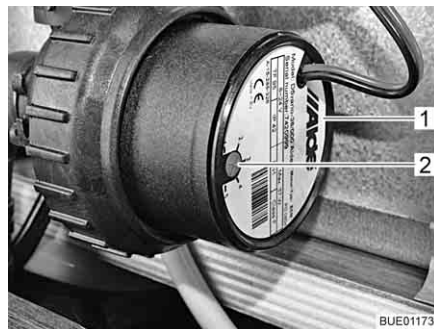

Fig. 170 Reducción de la velocidad
La velocidad de la bomba de circulación se puede ajustar con el regulador giratorio (Fig. 170,2). Con una velocidad reducida disminuyen los ruidos de rodadura de la bomba.
El regulador giratorio se encuentra en la bomba de circulación (Fig. 170,1).
- Girar el regulador giratorio (Fig. 170,2) en sentido contrario a las agujas del reloj. Se reduce la potencia.